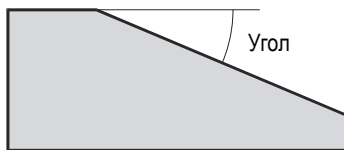

Рис. 4-6 Угол призмы
- a) Нажмите **Угол призмы**, а затем введите угол призмы (см. Рис. 4-6 на стр. 117).